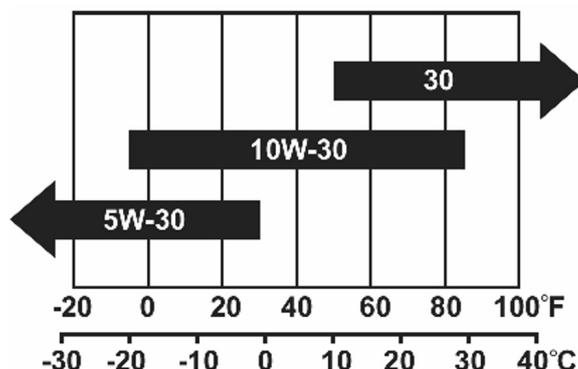

Рисунок 4. Зависимость класса вязкости моторного масла от температуры окружающей среды.
охлаждением с классом вязкости SAE 10W-30. Моторное масло других вязкостей могут быть выбраны в соответствии с фактической средней температурой окружающей среды и информацией, показанной на графике, Рисунок 4.
Моторное масло с вязкостью SAE 10W-30 рекомендуется для использования в полном диапазоне температур. Моторное масло других вязкостей могут быть выбраны в соответствии с фактической средней температурой окружающей среды и информацией, показанной на графике, Рисунок 4.
6. Заправьте моторное масло рекомендованного типа до верхней отметки на щупе, Рисунок 4.